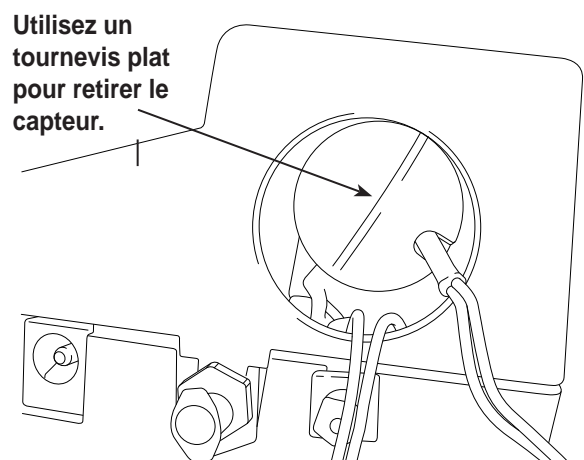

Figure 13
- Mettez le couvercle et le faisceau de câblage sur le côté. Maintenez le conducteur du capteur et utilisez un tournevis plat pour dévisser et retirer le capteur d'oxygène. Voir Figure 13.